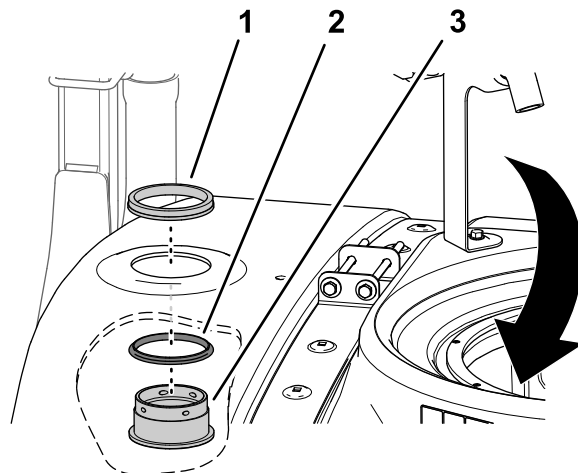

図 28
1. バルクヘッドのフィッティングにシールを取り付ける 図 28。
2. 先ほどタンクに穴を開ける (ページ 14) で作った穴を通して、バルクヘッドフィッティングとシールを、タンクの内側から取り付ける (図 28)。
3. ロックリングを使ってバルクヘッドをタンクに固定する 図 28。